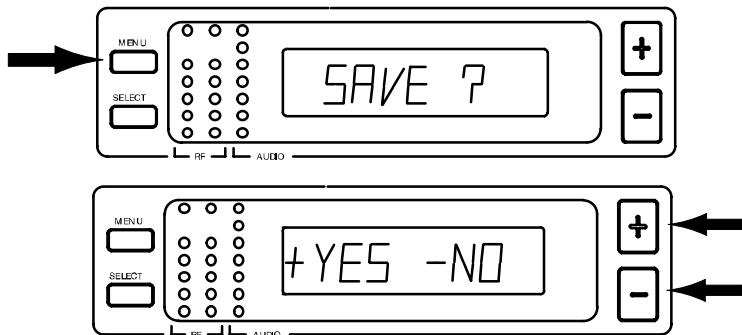

ABBILDUNG 28
5. Ist der gewünschte Squelchpegel erreicht, die MENU-Taste drücken. „SAVE?“ erscheint, gefolgt von „+ YES – NO“ (Abbildung 28). Die „–“-Taste drücken, um weitere Änderungen vorzunehmen, oder „+“ drücken, um den neuen Squelchpegel zu speichern und zur Gruppen/Kanal/TV-Anzeige zurückzukehren.